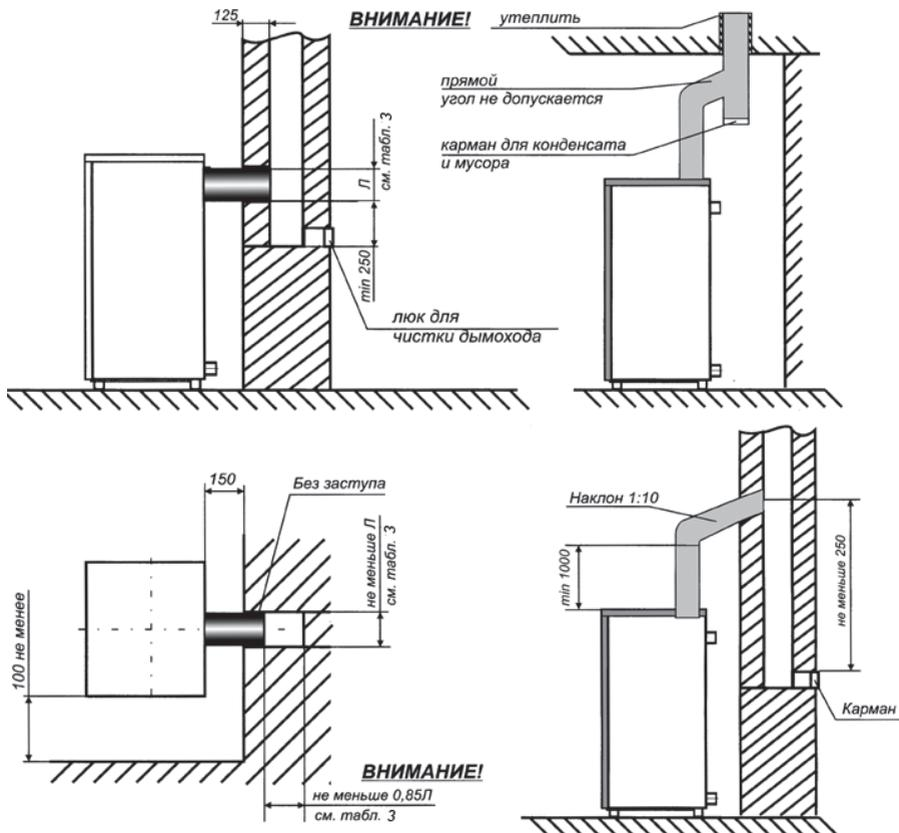

Рис. 4. Схема подключения котла к дымовому каналу и план установки котла
- 6.10. Присоединение котла к дымоходу (рис.4) должно осуществляться трубами из кровельной стали. Диаметр трубы должен быть не менее размера газохода котла. Трубы должны надвигаться одна на другую по ходу отвода продуктов сгорания не менее, чем на 0,5 своего диаметра, и быть уплотненными. Допускается подсоединять котел к дымоходу гибким гофрированным металлическим патрубком при согласовании с газовой службой, но завод-изготовитель не рекомендует использовать гофрированный патрубок, так как могут возникнуть проблемы с тягой. Место соединения патрубка газохода с дымоходом должно быть герметичным. Не допускается подсоединять к дымоходу котла другие отопительные устройства и устанавливать на нем шибер.
а) дымоход, к которому подключается котел, как правило, должен быть расположен во внутренней капитальной стене здания, рис.4. При расположении дымохода в наружной стене толщина кладки должна соответствовать указанной в таблице 3: